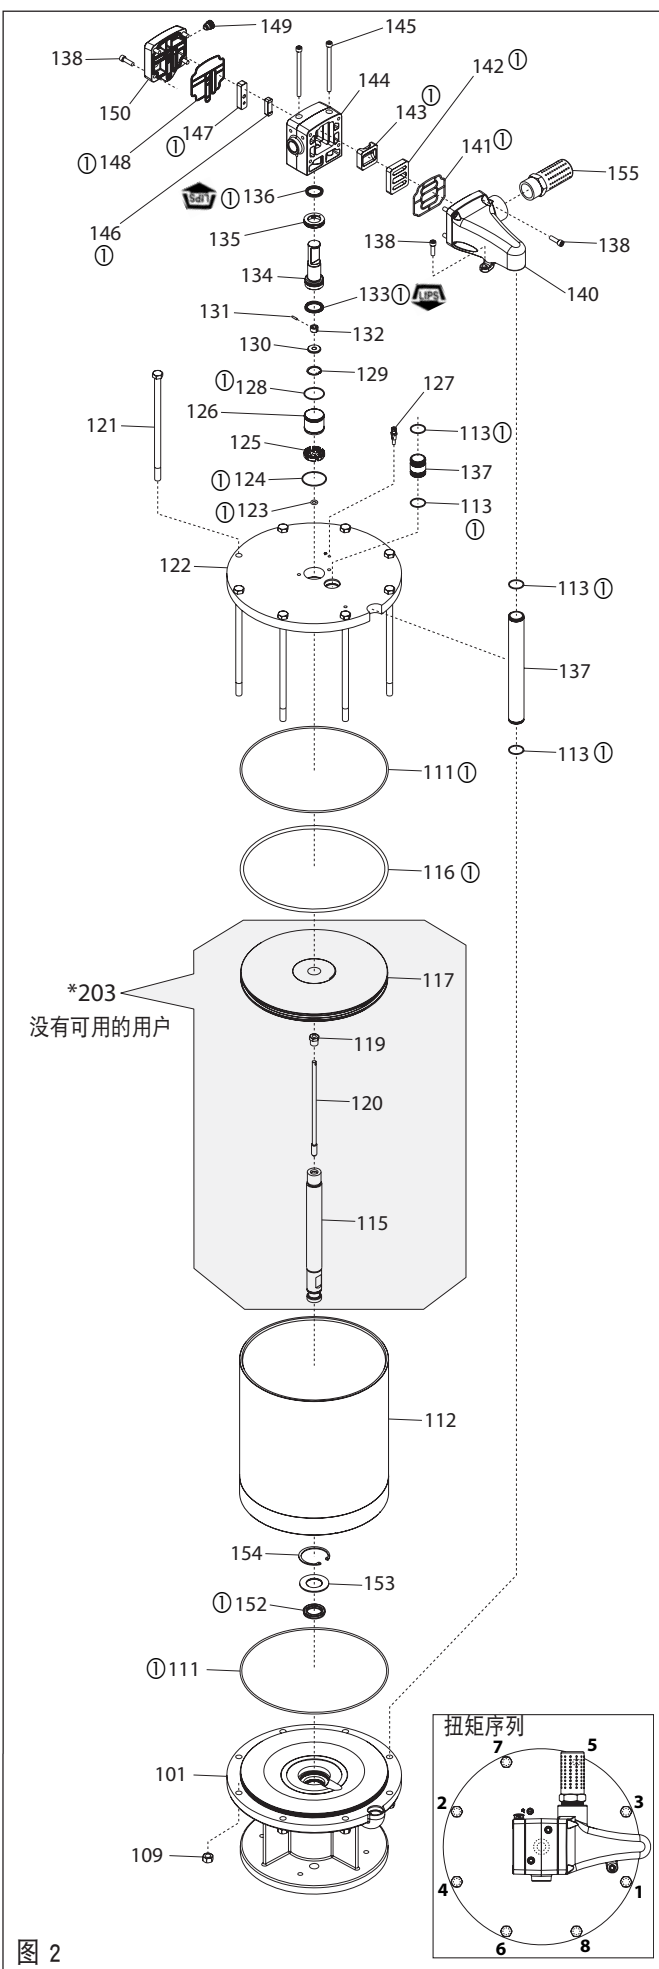

图 2
2. U 形杯 (152)、垫圈 (153) 和卡环 (154) 装到底座总成 (101) 上。
3. 将 O 形环 (111) 装到底座总成 (101) 上的槽中。
4. 将 O 形环 (116) 装到活塞 (117) 上的槽中。
5. 将活塞杆 (115) 推入底座总成 (101), 小心不要损坏 U 形杯 (152) 的杯缘或 O 形环 (102)。
6. 润滑气缸 (112) 内壁, 将其向下滑动, 套到活塞总成 (203) 上, 并坐到气动马达底座总成 (101) 上。(请参看第 2 页的图 2)。
7. 将缸头板 (122) 上的槽口对准底座总成 (101) 中的端口, 向下按压缸头板 (122), 直到它稳坐在气缸 (112) 上。撞击杆总成 (120) 必须穿过缸头板 (122) 的中心。
8. 将 8 螺栓 (121) 装到的缸头板 (122) 和底座总成 (101) 上。
9. 将 8 螺母 (109) 装到六角头螺栓 (121) 上, 并按照规定的拧紧顺序和扭矩值拧紧)。
10. 将撞击杆总成 (120) 拉到距气动马达总成尽可能远处, 将 O 形环 (123) 套到撞击杆总成 (120) 上, 向下滑到缸头板 (122) 上的密封盖中。
11. 将盖 (125) 滑到撞击杆总成 (120) 上, 一直向下滑
- 进缸头板 (122) 上的孔中。
12. 将卡环 (129) 和垫圈 (130) 先后滑到撞击杆总成 (120) 上。
13. 将驱动装置 (132) 滑到撞击杆总成 (120) 上。将驱动装置 (132) 的孔对准撞击杆总成 (120) 上的孔, 然后插入销子 (131)。
14. 将 U 形杯 (133) 装到短管 (134) 上。注意 U 形杯 (133) 的杯缘应向下朝向缸头板 (122)。
15. 将短管 (134) 滑到驱动装置 (132) 上面的撞击杆总成 (120) 上, 将垫圈 (130) 插到其后面。用卡环钳将卡环 (129) 装到短管 (134) 上的内槽中。确保卡环 (129) 完全卡入槽中。将短管 (134) 向下滑进靠在盖 (125) 顶上的缸头板 (122) 上的孔中。